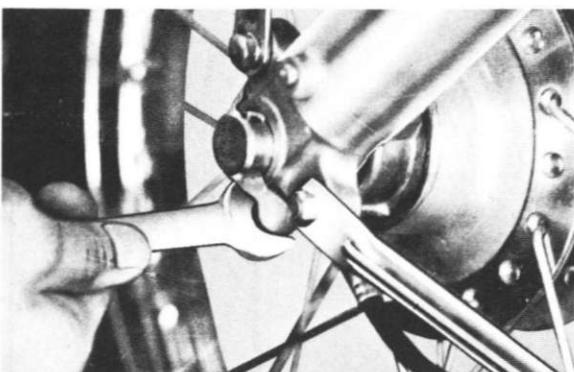

Fig. 5-2-5
- 3) Loosen the front wheel axle holder nuts. (Fig. 5-2-5)
- 3) Desserrer les écrous de collier d'axe de roue. (Fig. 5-2-5)
- 3) Befestigungsmuttern des Vorderradachshalters lösen. (Abb. 5-2-5)